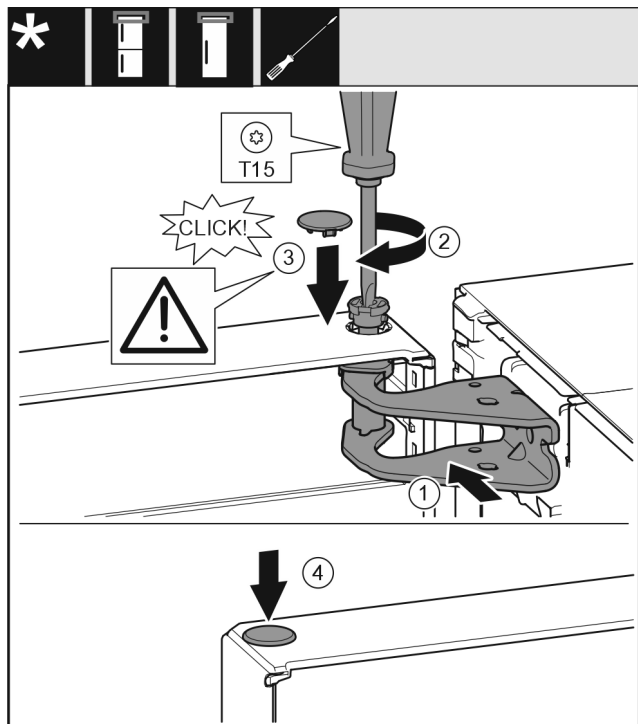

Fig. 21
- Dvere hore vyrovnajte s otvorom v ložiskovej konzole Fig. 21 (1).
- Vložte čap Fig. 21 (2) a pevne ho priskrutkujte skrutkovačom.
- Namontujte poistný kryt Fig. 21 (3) pre poistku dverí: Nasadte poistný kryt a skontrolujte, či prilieha ku dverám. Inak čap vložte úplne.
- Vložte zátku Fig. 21 (4).